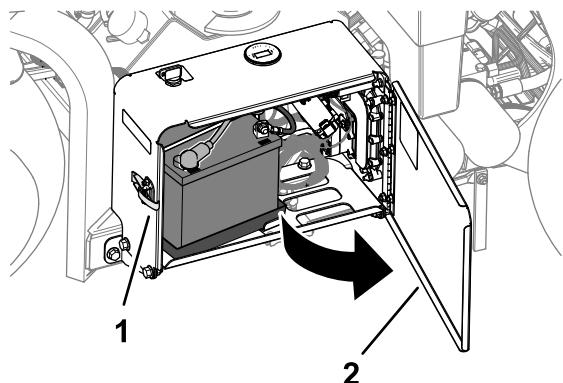

Figura 170
- Desenganche y abra la puerta del compartimiento de la batería (Figura 170).